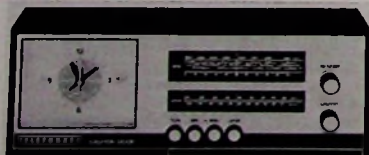

Bild 1. Mono-Heimempfänger „caprice clock“ (AEG-Telefunken)
Das Mono-Heimgeräte-Angebot wurde um das Modell „caprice clock 101“ (Bild 1) erweitert. Es enthält einen Transistorsuper mit zwei Bereichen (UM), eisenloser Gegentakt-Endstufe, geregelter AM-Vorstufe und UKW-Scharfabstimmung. Die eingebaute Synchro- und Weckautomatik.